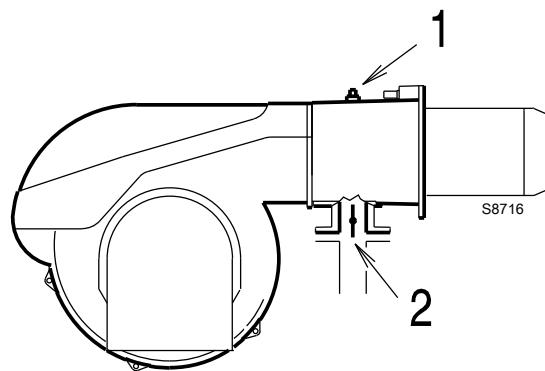

图 24
在测试点 1) (图 24) 处测得的燃气压力，其中：
燃气蝶阀 2) (图 24) 处压力损失，此时燃气蝶阀开启至最大：90°。
- 用在测试点 1) (图 24) 处测得的燃气压力减去炉膛压力。
测试点 1)(图 24) 的燃气压力 = 8.0 mbar
计算测试点 1) (图 24) 处所需燃气压力，将燃烧器以最大比调出力运行：
- 读出右边栏 1 所示测试点 1)(图 24) 处压力。
测试点 1)(图 24) 所需的压力。